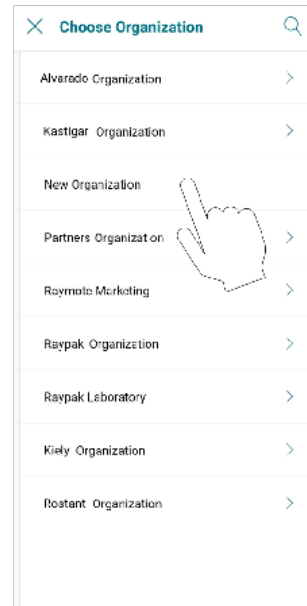

**Figure 134.** Menu utilisateur
1. Depuis le menu principal, cliquez sur l'icône indiqué, en haut à gauche, voir **Figure 134**.